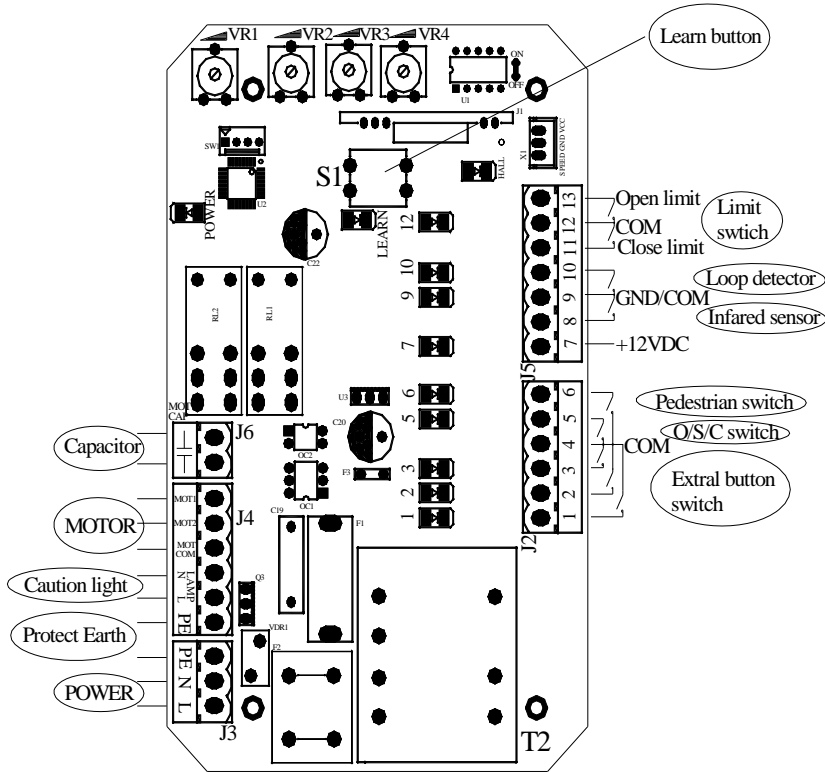

Fig.8
Togliere il coperchio, eseguire il cablaggio (Vedi Fig.8 e cablaggio appunti per scheda di controllo) e riposizionare il coperchio.
a.Regolare il potenziometri (Vedi Fig.8)
- Aggiunta di telecomandi aggiuntivi (Learn): Togliere il coperchio, premere e tenere premuto il pulsante di apprendimento 'S1' (Fig. 8) più di 2 secondi, si accenderà il 'LED LEARN' (Fig. 8), quindi premere il pulsante del telecomando che si desidera utilizzare, il 'LED' si accende circa 2 secondi e poi si spegne di nuovo. Il processo di apprendimento è terminato. Si possono utilizzare fino a un massimo di 25 telecomandi.